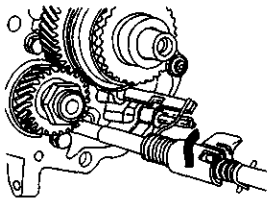

图 3-71 安装内换挡杆
49) 将弹簧的两端放在三档和四档的拨叉轴上。将凸缘部分与拨叉轴的凹槽对齐(成直线),将内换挡杆朝左转动使其安装在轴承支座上,如图 3-71 所示。